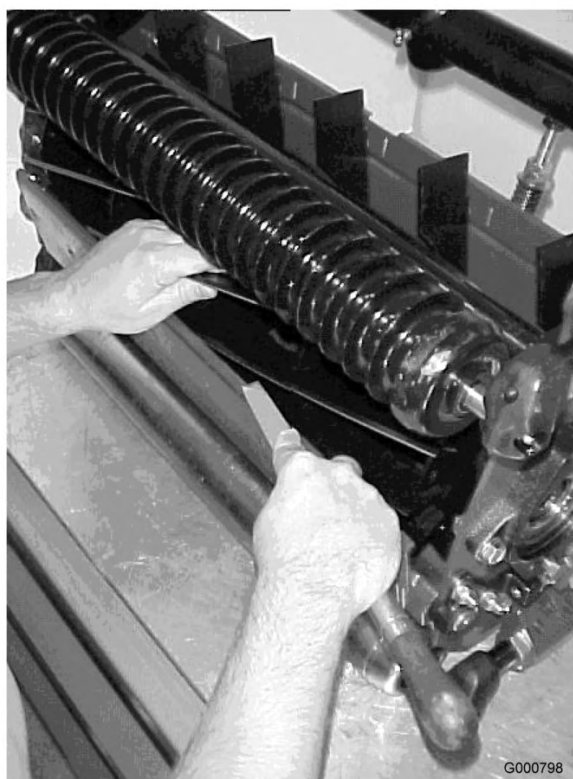

図 85
- バックラップが終わると、ベッドナイフの前端にバリができる。刃先を削らないように注意しながら、このバリをヤスリで落とす（図 85）。